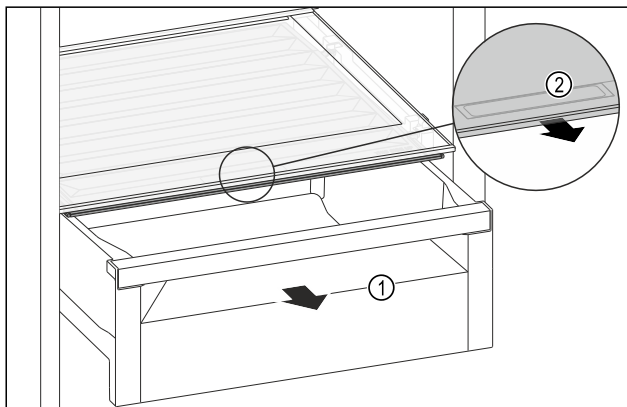

Fig. 193
- Estrarre il cassetto Fig. 193 (1).
- Afferrare la maniglia incassata Fig. 193 (2) sul coperchio dello scomparto e tirare allo stesso tempo in avanti il coperchio dello scomparto.